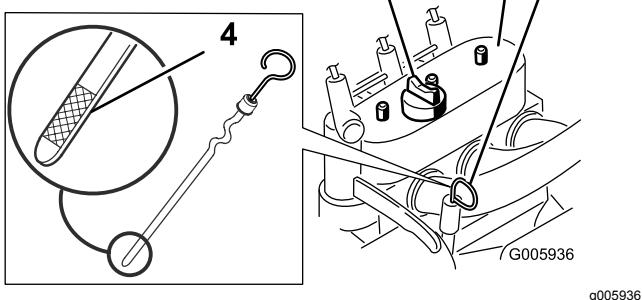

Bild 29
4. Reinigen Sie den Bereich um den Ölpeilstab (Bild 29).
5. Ziehen Sie den Peilstab heraus und wischen Sie das Metallende ab (Bild 29).
6. Schrauben Sie den Ölpeilstab vollständig in das Peilstabrohr (Bild 29).
8. Reinigen Sie bei niedrigem Ölstand den Bereich um den Ölfülldeckel und nehmen den Deckel ab (Bild 29).
13. Entfernen Sie den Ölfülldeckel (Bild 29) und gießen Sie ungefähr 80 % der angegebenen Ölmenge langsam in die Ventilabdeckung ein.